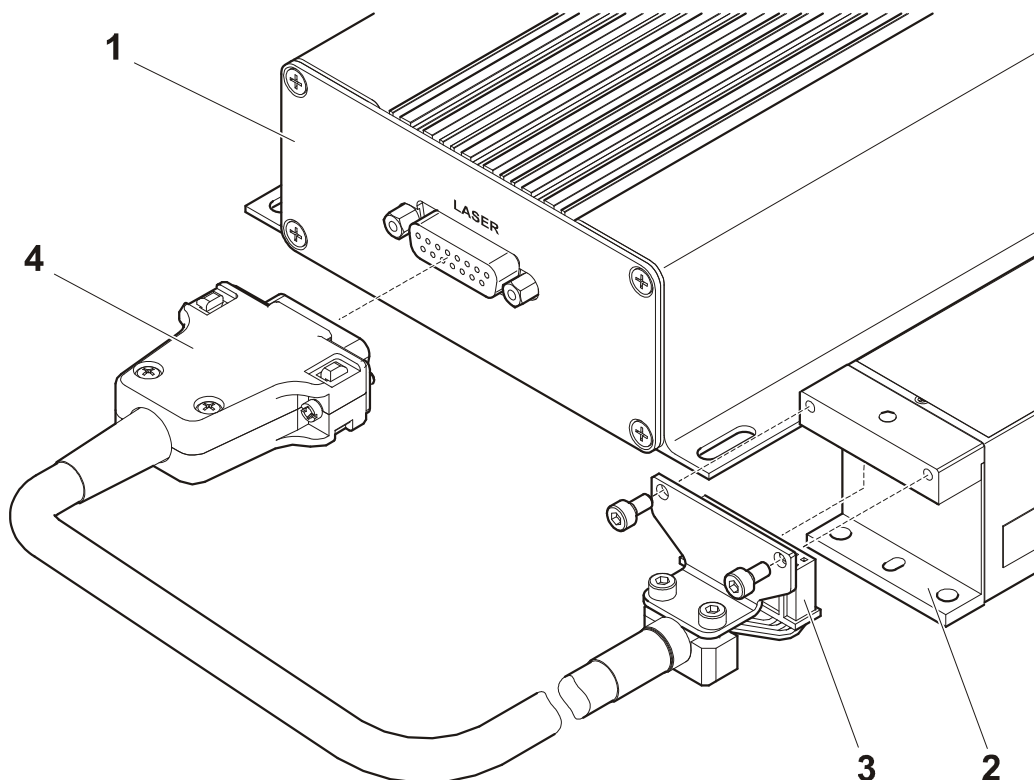

Abb. 8 Lasermodul anschließen
- Schließen Sie das Anschlusskabel mit der 24-poligen Buchsenleiste (Abb. 8/3) an der Stiftleiste des Lasermoduls (Abb. 8/2) an.
- Schließen Sie die andere Seite des Anschlusskabels mit dem 15-poligen Sub-D-Stecker (Abb. 8/4) an der Sub-D-Buchse **LASER** des Steuergerätes (Abb. 8/1) an.